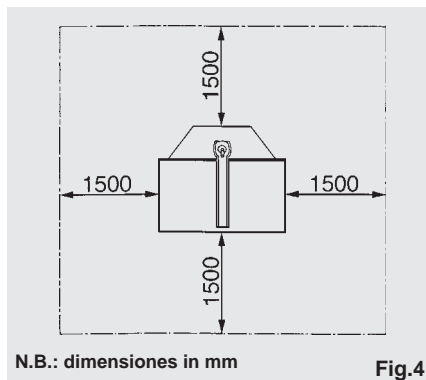

Fig.4
- Introducir en las guías el grupo Carro-Horquilla-Motor, evitando choques o sacudidas que puedan comprometer las regulaciones sobre los cojinetes (ver fig. 4), el grupo ha sido en efecto ensayado en nuestro UCQ.